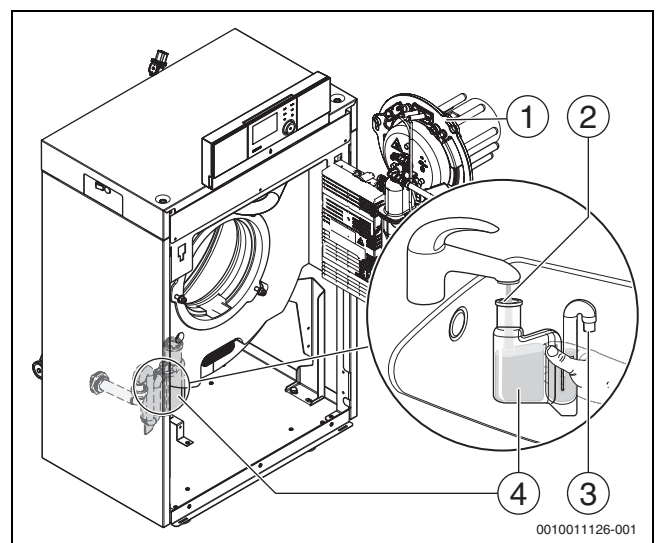

Bild 95 Siphon reinigen
- ▶ Vor Brennermontage den richtigen Sitz des O-Rings (→ Bild 95, [4], Seite 55) überprüfen und gegebenenfalls korrigieren.